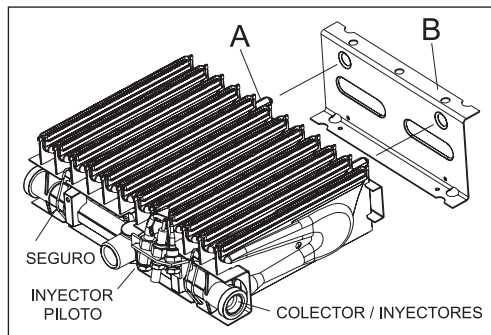

Fig. 7
12. Vuelva a colocar en su lugar el conjunto de quemadores cuidando que los pernos indicados "A" (fig.7) calcen en los orificios del soporte "B".
17. Abra el gas, gire el selector de temperatura hasta la posición PILOTO "D", mantenga presionado el botón de la válvula de seguridad (B) y controle con espuma de detergente que no haya pérdidas en la conexión del conjunto de quemadores. Si se prueba con presión de aire, no superar 0,2 Kg/cm².